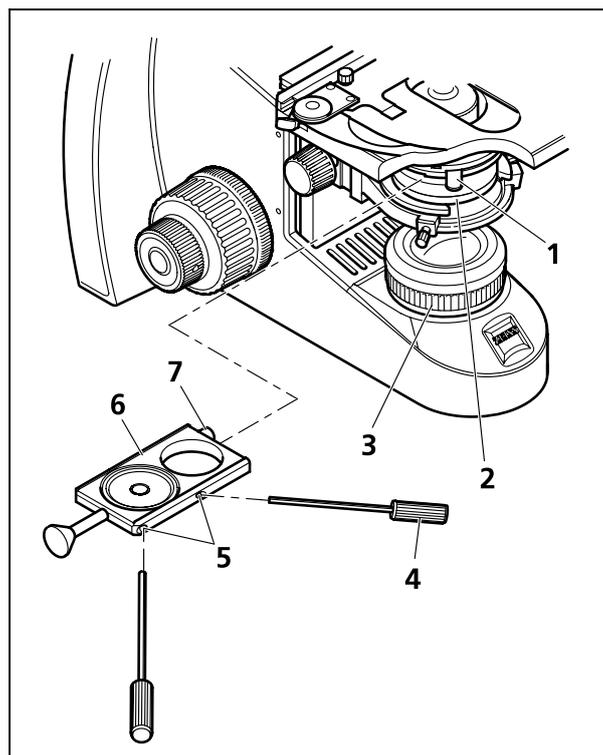
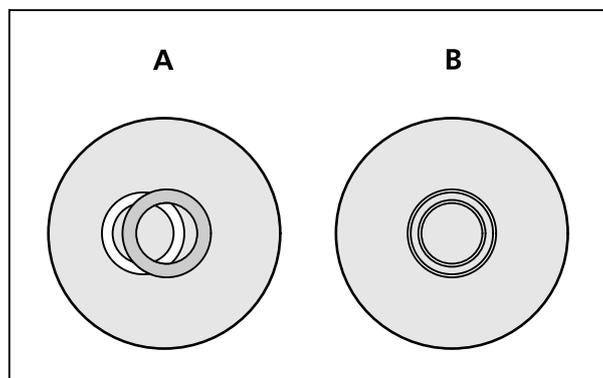

Fig. 9 Mise en place du coulisseau
Fig. 10 Centrage du diaphragme annulaire
- Ouvrez le diaphragme de champ lumineux situé sur le statif (Fig. 9/3, dans la mesure où il est réglable) et, avec la manette (Fig. 9/1) ouvrez le diaphragme d'ouverture situé dans le condenseur Abbe (Fig. 9/2).
- Si le coulisseau pour contraste de phase (Fig. 9/6) n'a pas été monté à l'usine, commencez par enlever la vis (Fig. 9/7). Ensuite, insérez le coulisseau par la gauche dans le condenseur Abbe puis remettez la vis (Fig. 9/7) en place.
- Vérifiez le centrage du diaphragme annulaire comme le montre l'image de la Fig. 10. A cet effet, retirez un oculaire et remplacez-le par le dioptré.
- Si nécessaire, corrigez le centrage du diaphragme annulaire (Fig. 10/A) à l'aide des deux vis du coulisseau (Fig. 9/5) et des deux clés à six pans de 1,5 mm (Fig. 9/4), de façon à obtenir l'image représentée dans la (Fig. 10/B).